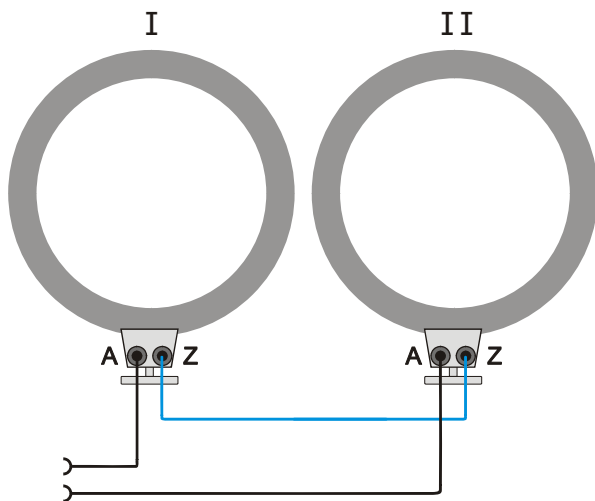

Fig. 3.1 Collegamento in serie
- Per eseguire il collegamento in serie, collegare il jack Z della bobina 1 con il jack Z della bobina 2 (ved. Fig. 3.1).